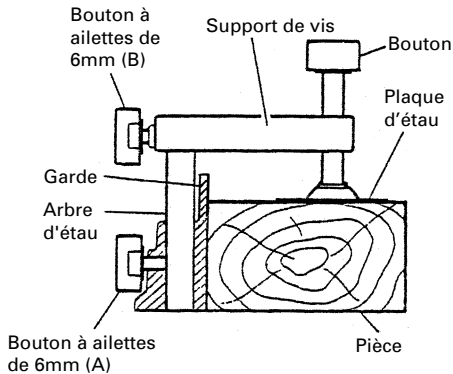

Fig. 24
- (1) L'ensemble d'étau se monte soit sur la garde gauche (garde (B)), soit sur la garde droite (garde (A)), en desserrant le boulon à ailettes de 6mm.
- (2) Le support de vis se relève ou s'abaisse en fonction de la hauteur de la pièce en desserrant le boulon à ailettes de 6mm (B). Après le réglage, resserrer fermement le boulon à ailettes de 6mm (B) et fixer le support de vis.
- (3) Tourner le bouton supérieur et fixer solidement la pièce en place (Fig. 24).